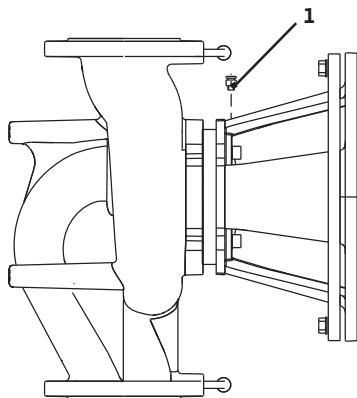

Fig. 40: Válvula de purga
- Purgue las bombas soltando las válvulas de ventilación (Fig. 40, pos. 1). La marcha en seco daña el cierre mecánico de la bomba. No purgue la sonda de presión diferencial (peligro de daños).